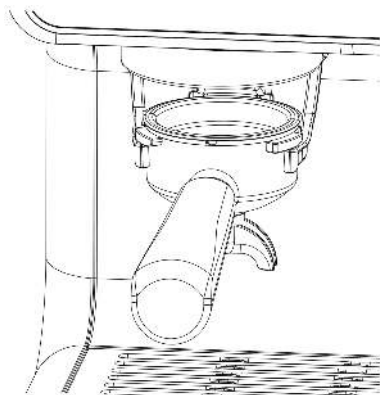

Fig. 5:
5. Comme indiqué dans la Fig. 5, placez le porte-filtre dans le support pour recevoir la poudre.